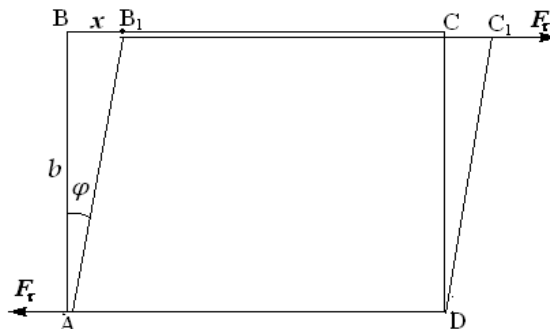

Рисунок 2.2.3. - Деформація зсуву прямокутного паралелепіпеда (у вертикальному перерізі)
Сила, спрямована по дотичній до площі грані (рис.2.2.3), називається тангенціальною (F_τ). При рівномірному розподілі сили F_τ (по всій поверхні грані площею S у будь-якому перерізі, паралельному їй, виникає тангенціальне напруження): $\tau = \frac{F_\tau}{S}$. (12)